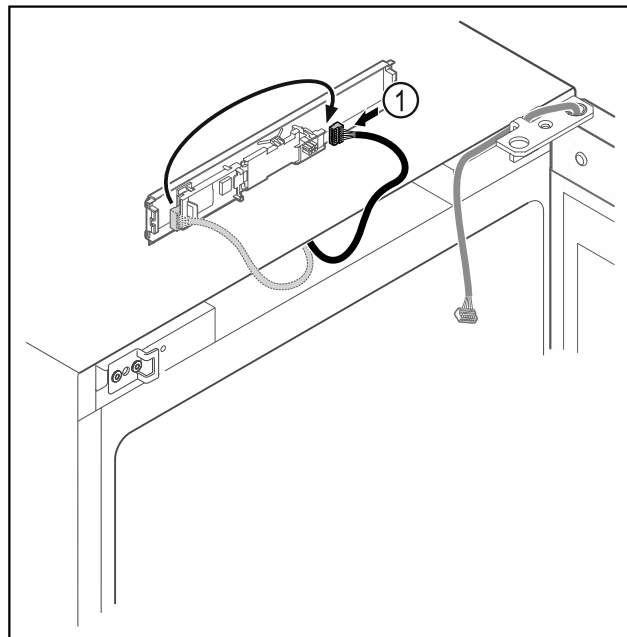

Fig. 13
- Scambiare la posizione del connettore Fig. 13 (1) sulla scheda.